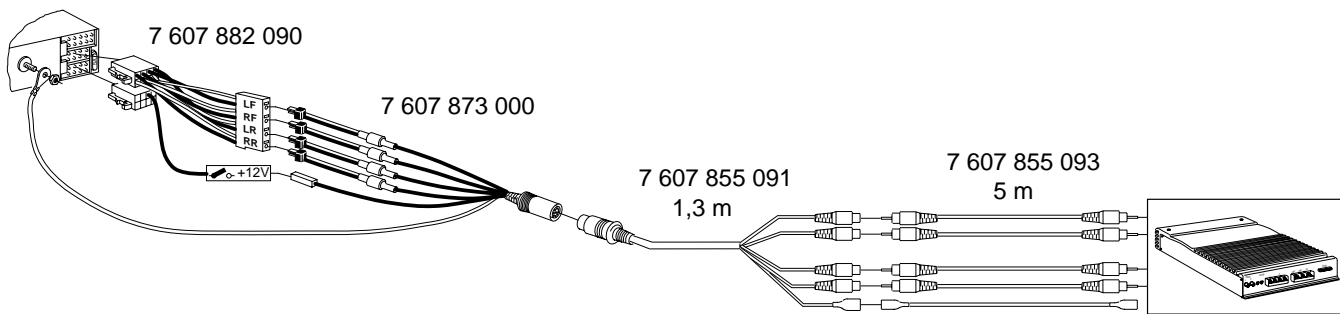

Fig. 5
- Conexión a una radio con salida para altavoces ..... Fig. 5
Ligação à auto-rádios com saídas de altifalantes ..... Fig. 5